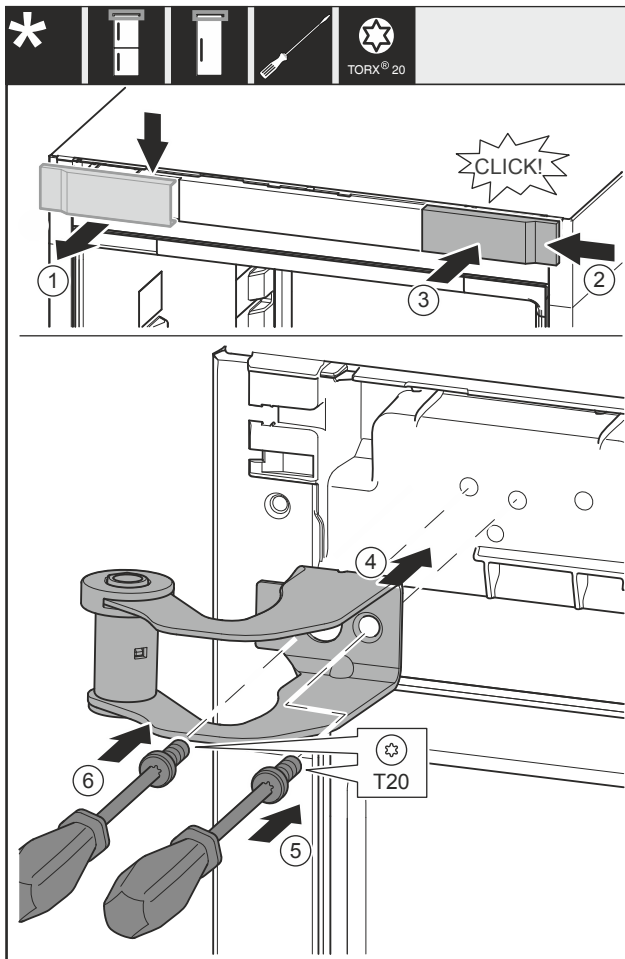

Fig. 17
- ▶ Abdeckung Fig. 17 (1) von oben nach vorne abnehmen.
- ▶ Abdeckung Fig. 17 (2) um 180° gedreht auf der anderen Seite von rechts einhängen.
- ▶ Abdeckung Fig. 17 (3) einrasten.
- ▶ Oberen Lagerbock Fig. 17 (4) ansetzen.
- ▶ Schraube Fig. 17 (5) festdrehen.
- ▶ Schraube Fig. 17 (6) festdrehen.